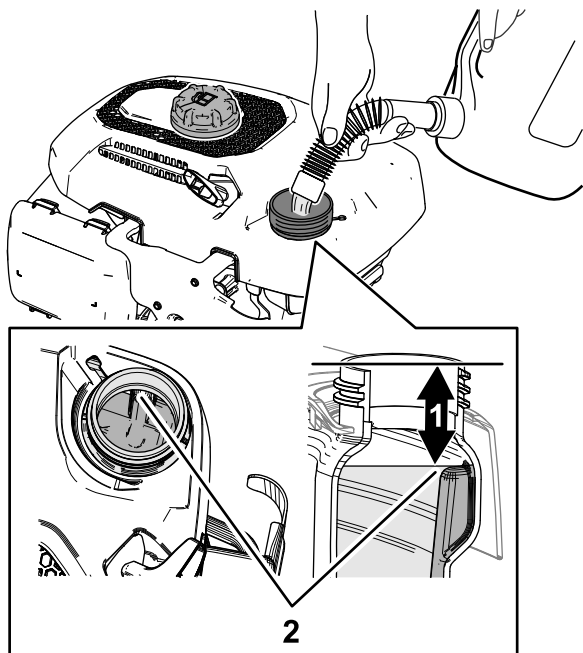

Figura 20
2. Encha o depósito de combustível com o combustível especificado, como se mostra na Figura 20.